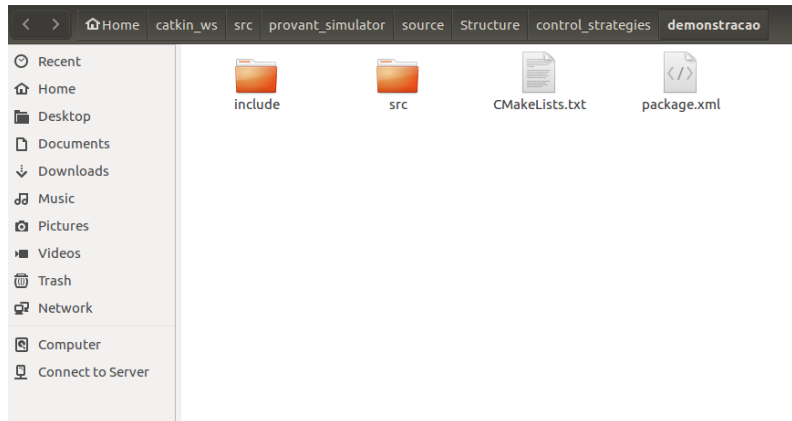

Figura 3.7: Diretório contendo arquivos e pastas associados à estratégia de controle a ser modificada.
Para modificar uma estratégia de controle já existente, o usuário deve selecionar o nome da estratégia de controle entre várias listadas na caixa de listagem item (1) e clicar na botão "Open controller" item (3). Após escolher a estratégia, o gerenciador de arquivos Nautilus será aberto no diretório com todos os arquivos e diretórios associados ao controlador, conforme mostra a Figura 3.7.